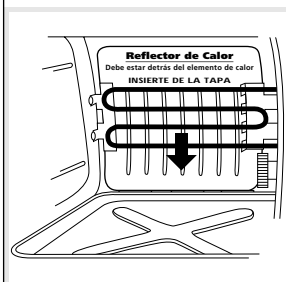

FIGURA 1
3. Deslice la bandeja de goteo dentro de la máquina en la base de la unidad. (Figura 1)